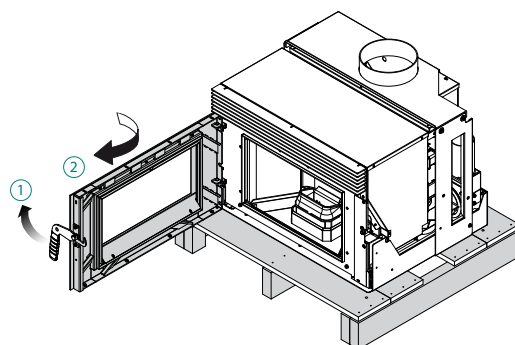

fig. 6.1.1
- 3) Aprire lo sportello (fig. 6.1.1);